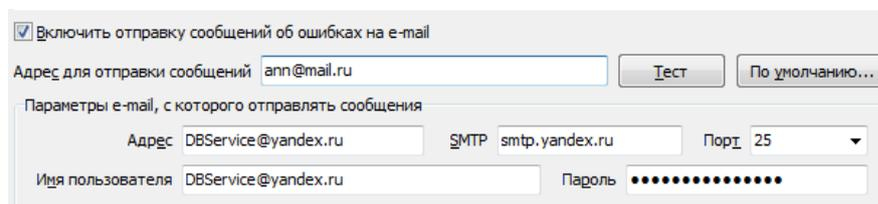

Рисунок 27.16 Настройка отправки сообщений об ошибках на e-mail
- можно настроить отправку сообщений об ошибках, происходящих при архивировании или резервном копировании, на заданный электронный адрес (в случае настроенном автоматическом архивировании или резервировании) (Рисунок 27.16):